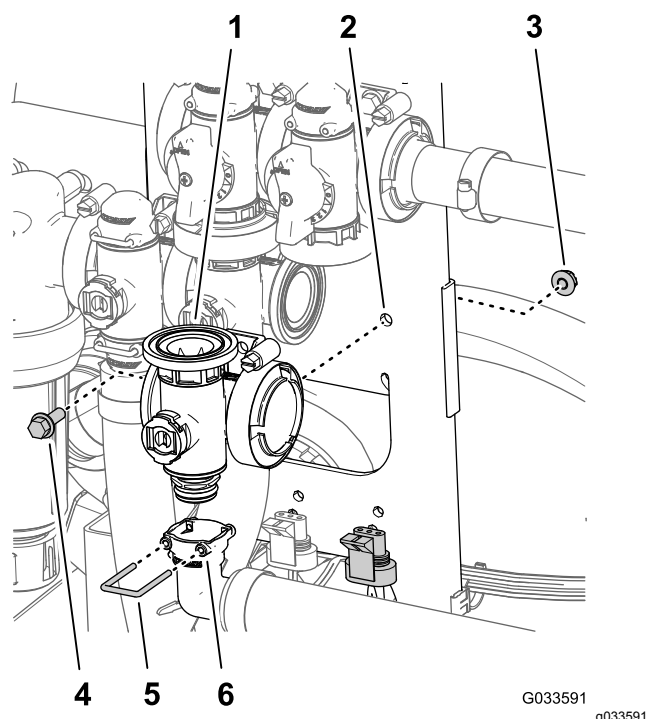

Bild 130
Verteiler für das Hauptauslegerventil mit dem Kupplungsanschlusstück aus (Bild 130).
6. Stecken Sie einen Halter in die Buchse des Auslaufanschlusses, um das Kupplungsanschlusstück des Auslaufanschlusses zu befestigen (Bild 130).